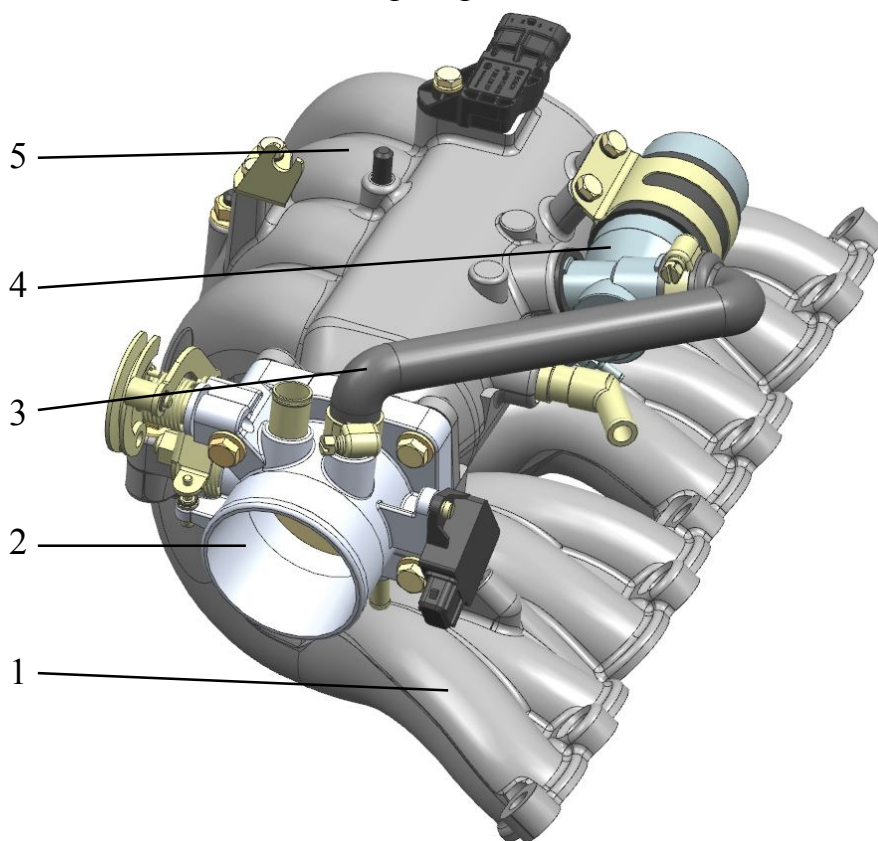

Рис.39. Впускная система:
**Система впуска воздуха** (рис.39) состоит из впускной трубы 1 и ресивера 5, отлитых из алюминиевого сплава, дросселя 2, регулятора холостого хода 4 со шлангом 3. Геометрические параметры системы позволяют реализовать газодинамический наддув двигателя - улучшение наполнения цилиндров двигателя на режиме максимального крутящего момента.